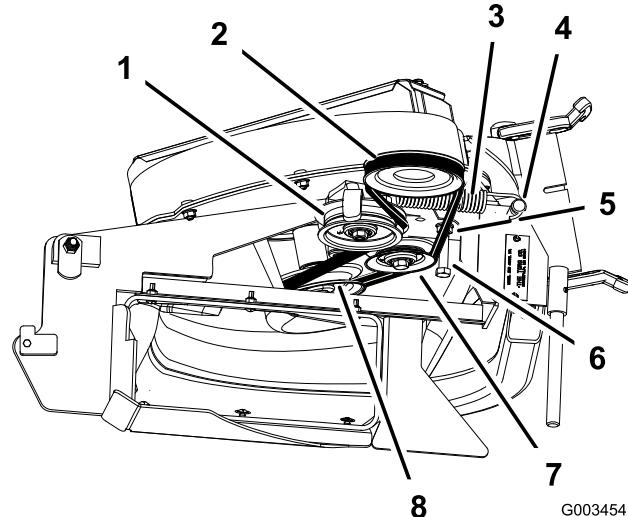

Figura 15
- En máquinas de 122 cm y 132 cm, afloje el perno-guía de la correa (Figura 15).
- Instale la correa alrededor de la polea del soplador y de la polea tensora fija (Figura 15).